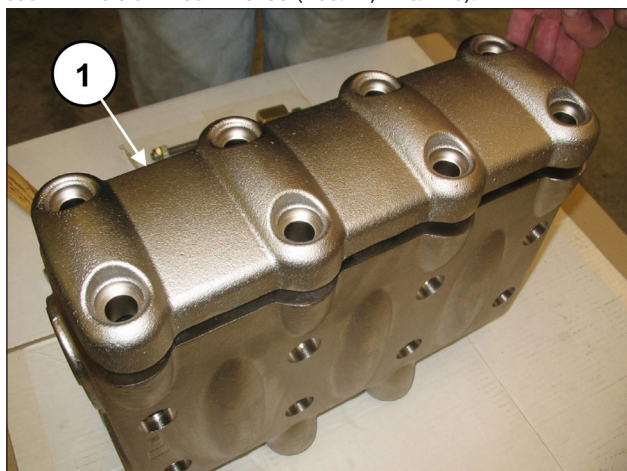
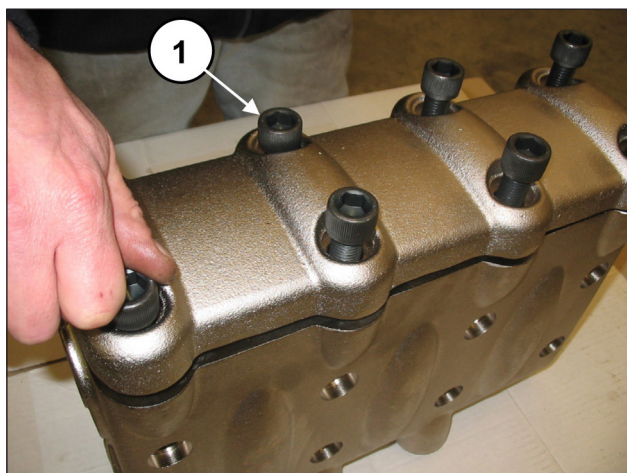

Рис. 115
Рис. 116
Вставьте пробку клапана вместе с уплотнительным кольцом круглого сечения и упорными кольцами. После завершения монтажа клапанных узлов и пробки клапана установите крышку клапанов (поз. ①, Рис. 115) и закрутите 8 винтов M16x55 (поз. ①, Рис. 116).